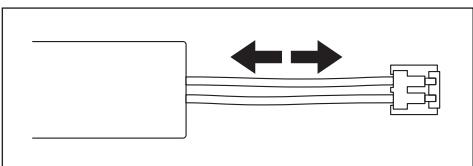

図 13
- 6) 新しいバッテリパックを用意し、コードのくせを取り、真っ直ぐにします。(図 13)